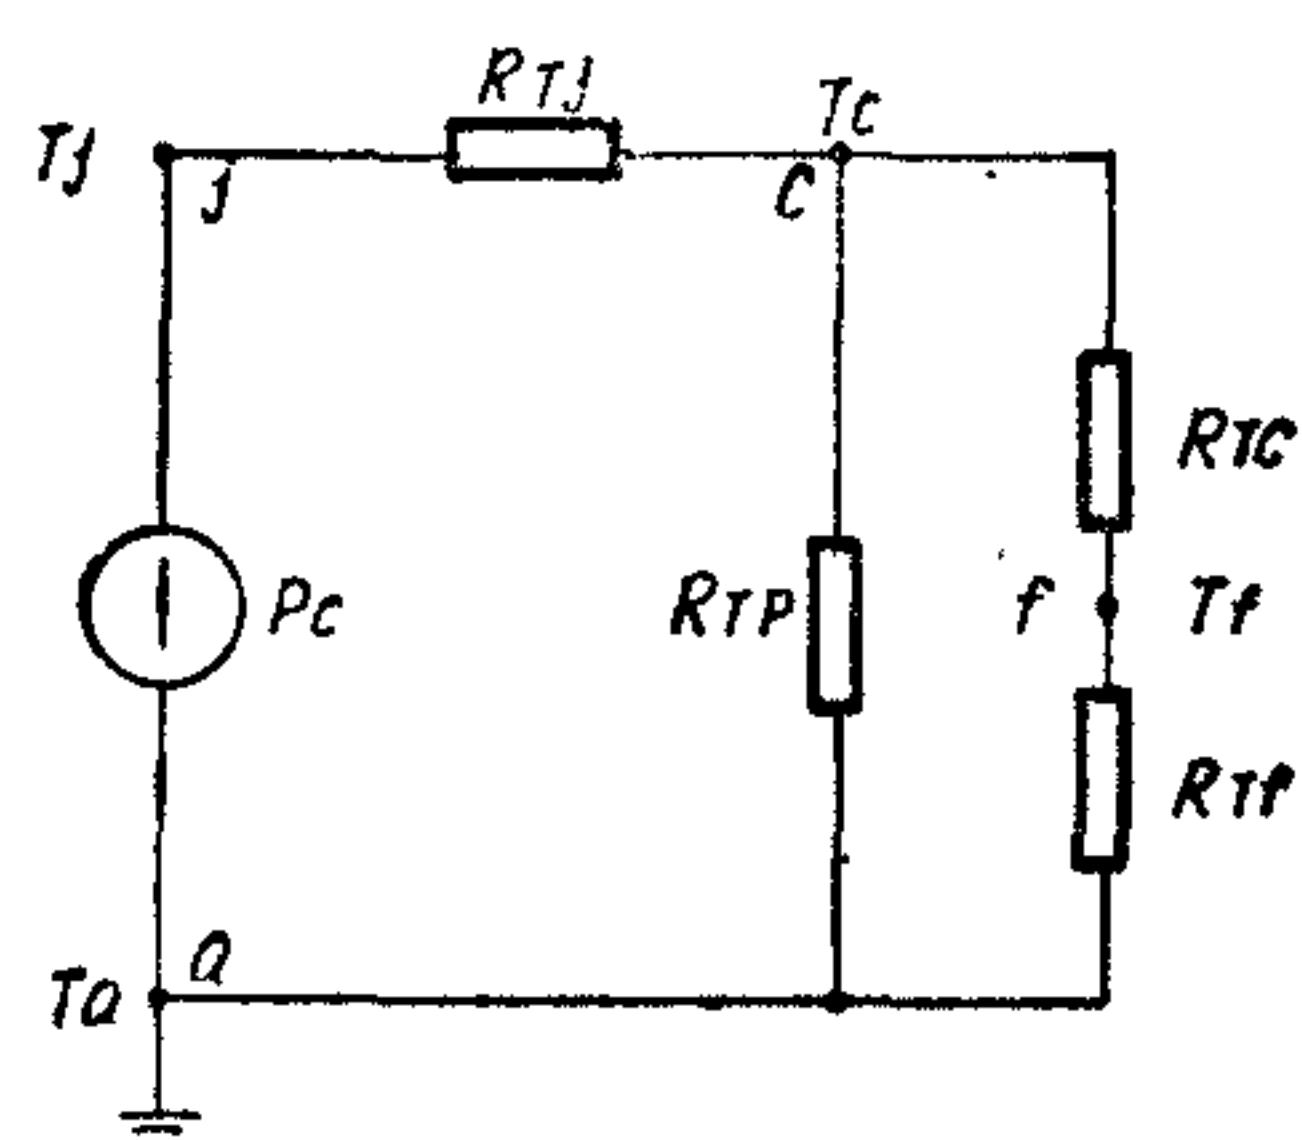
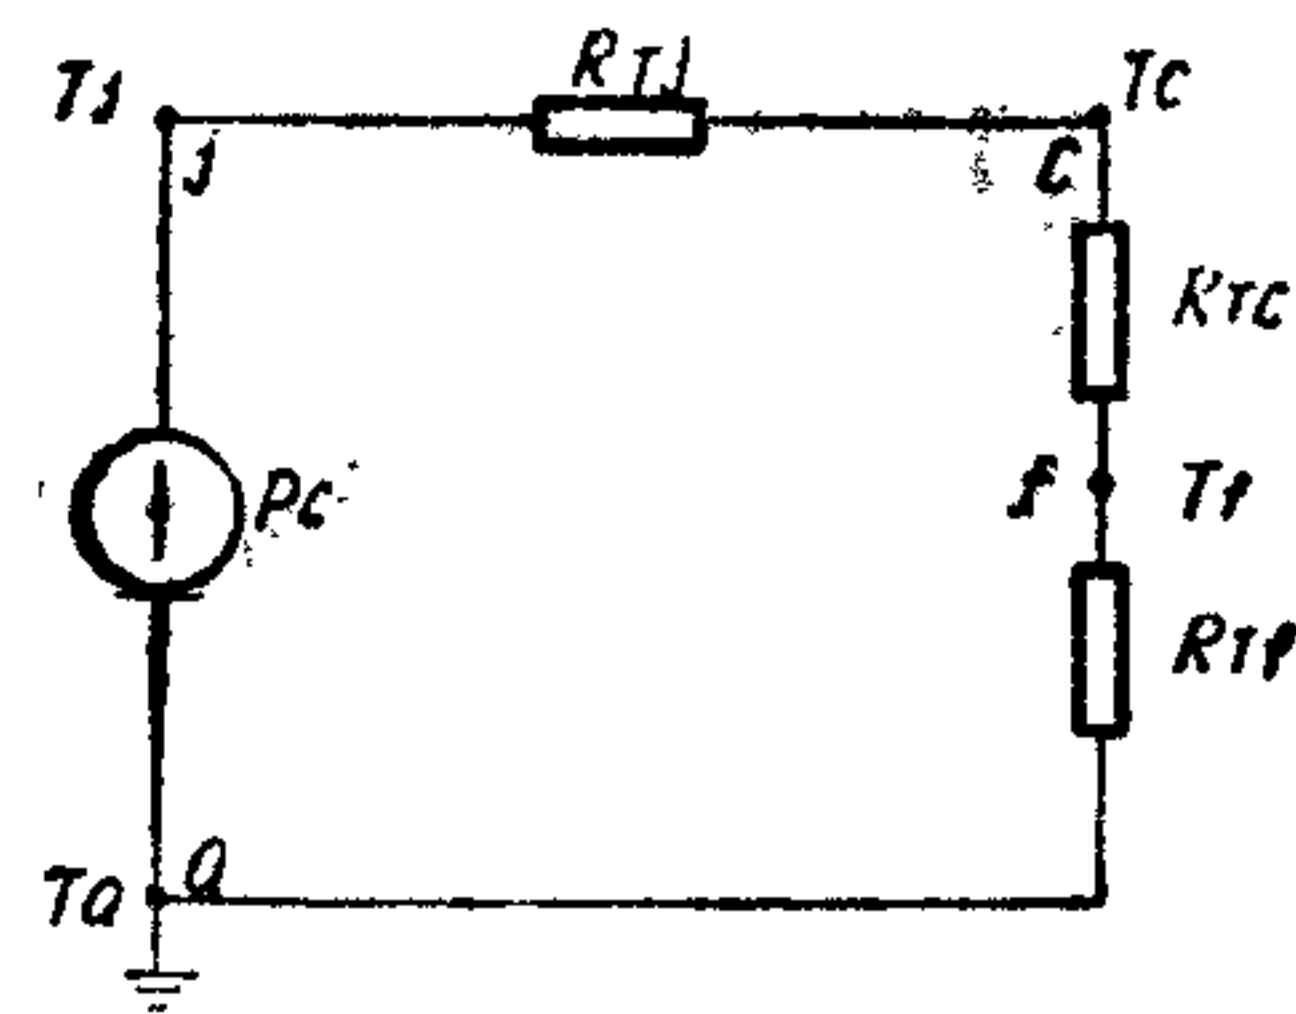

图 1
图 2
2. 半导体器件安装了散热器工作时，其总热路图如图 1 所示。
通常  $R_{TP} \gg (R_{TC} + R_{TF})$ , 所以图 1 可简化为图 2